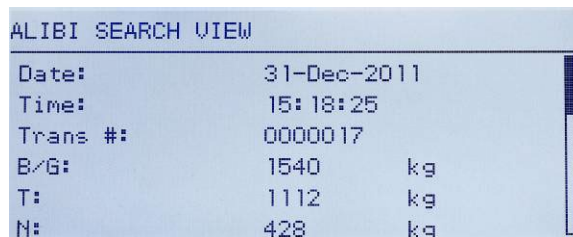

Abbildung D-2: Ansicht der Alibi-Suchergebnisse
5. Der Bildschirm „Alibi-Speicher-Suchansicht“ wird mit den chronologisch geordneten Suchergebnissen angezeigt. Der aktuellste Datensatz erscheint zuerst. Jeder weitere Datensatz kann durch Drücken der Navigationstaste AB angezeigt werden. Abbildung D-2 enthält eine Reihe von Bildschirmen, die den Inhalt von weiteren Datensätzen darstellen, die in der Ansicht verfügbar sind.